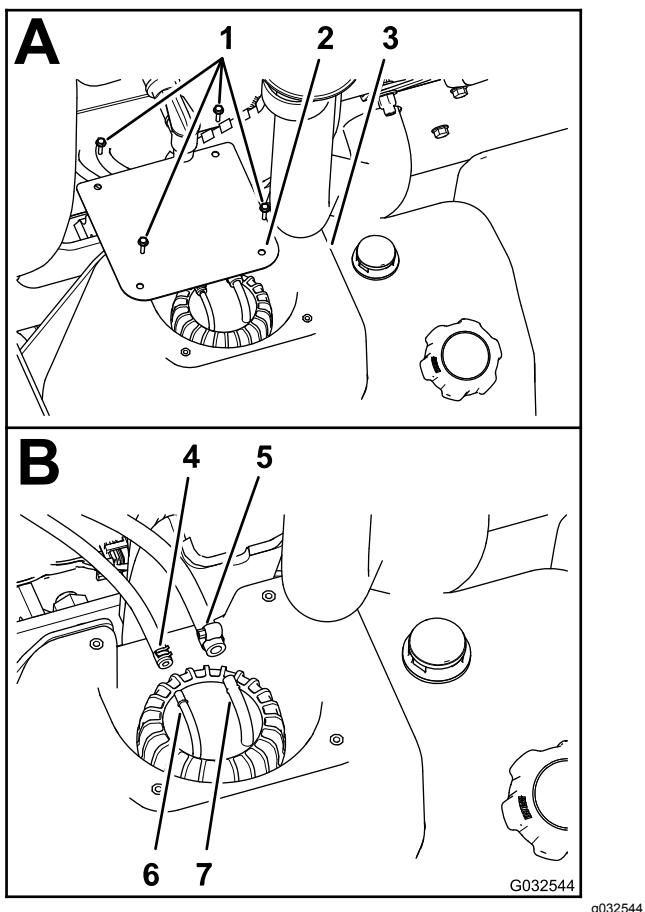

Figura 78
2. En el depósito de combustible, retire los 4 tornillos (Nº 10 x $\frac{3}{4}$ ") que sujetan la tapa a la parte superior del depósito de combustible, y retire la tapa (Figura 78, A).
3. Afloje las abrazaderas que sujetan las 2 mangas de combustible a los 2 acoplamientos de manguera, en la parte superior del conjunto de tuberías de combustible (Figura 78, B).
de la manguera en un recipiente de combustible homologado (Figura 78, B).
4. Monte la manguera de combustible de 6,4 mm sobre el acoplamiento de manguera de 6,4 mm, y sujetela manguera al acoplamiento con la abrazadera (Figura 78, B).
5. Monte la manguera de combustible de 8 mm sobre el acoplamiento de manguera de 8 mm, y sujetela manguera al acoplamiento con la abrazadera (Figura 78, B).
6. Monte la tapa en el depósito (Figura 78, A) con los 4 tornillos (Nº 10 x 3/4") que retiró en el paso 2 de Retirada del filtro de combustible del depósito (página 65).